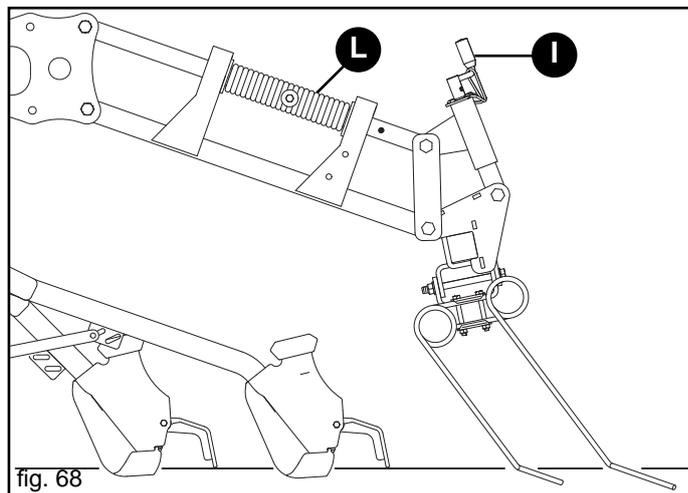

fig. 68
Die normale Arbeitsposition der Egge wird auf Abb. 68 illustriert. In dieser Position ist der Verschleiß der kurzen und langen Zähne gleichförmig. Durch Einwirken auf die Einstellkurbel (I) kann die Neigung der Egge verändert werden.
Der Arbeitsdruck der Federzähne der Saatgutabdeckegge kann durch Drehung der Feder (L) auf dem oberen Parallelarm verändert werden (Abb. 68).